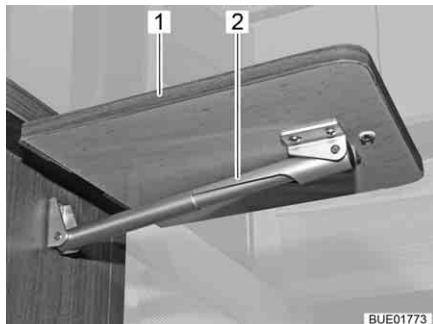

Fig. 130 Tavolo ribaltabile su bancone, aperto
- Rimuovere il tavolo ribaltabile su bancone (Fig. 130,1) dai supporti magnetici con un movimento delicato.
- Orientare il piano del tavolo verso l'alto, fino all'aggancio dell'elemento di fissaggio del supporto telescopico (Fig. 130,2).